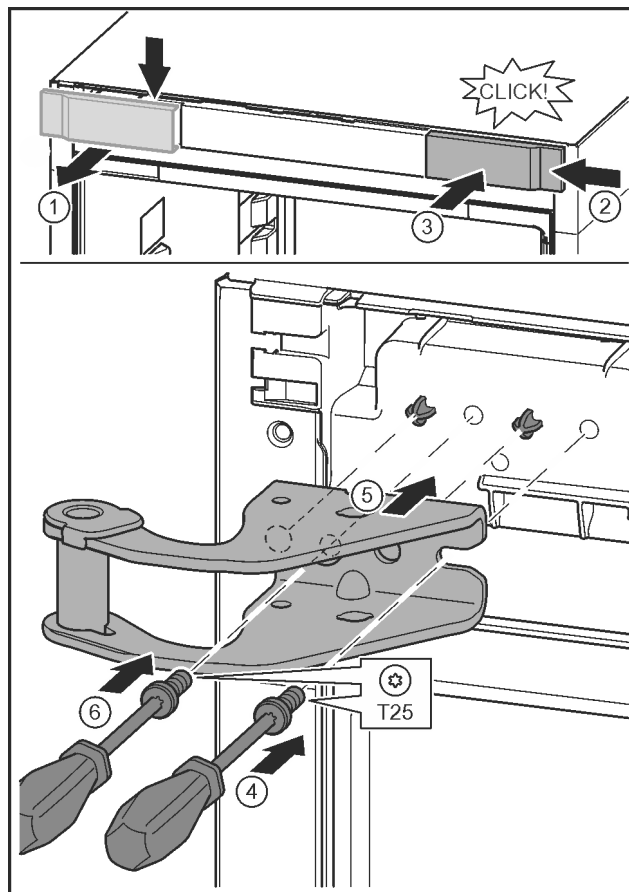

Fig. 15
- ▶ Uvoľnite kryt a odoberte ho z boku. Fig. 15 (1)
- ▶ Kryt zaveste na druhú stranu sprava otočený o 180°. Fig. 15 (2)
- ▶ Kryt zaklapnite. Fig. 15 (3)
- ▶ Skrutkovačom T25 nasadíte skrutku. Fig. 15 (4)
- ▶ Nasadíte hornú ložiskovú konzolu. Fig. 15 (5)
- ▶ Skrutku pevne zaskrutkujte. Fig. 15 (4)
- ▶ Skrutku nasadíte a pevne zaskrutkujete skrutkovačom T25. Fig. 15 (6)